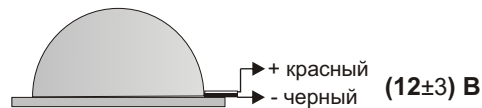

Рис.2 Схема подключения устройства "СИ-1".
5.1. Перед установкой необходимо проверить внешний вид устройства на наличие повреждений и проверить работоспособность следующим образом: подключить источник питания (типа Б5-7) к выводам устройства (рис.2), предварительно установив напряжение питания (12 ± 3) В. При этом должны мигать светодиоды устройства.
5.2. На рис.2 показана схема подключения "СИ-1"